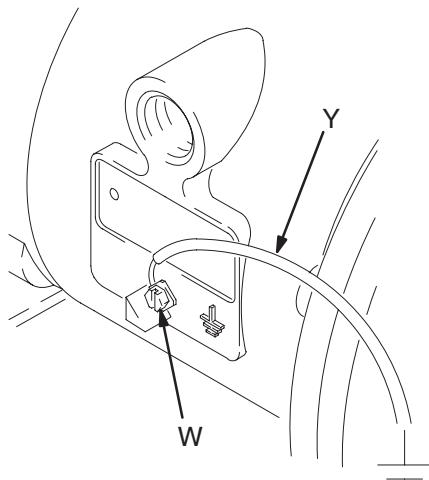

Рис. 1
- Насос:** Подсоедините заземляющий провод и наконечник, как показано на рис. 1. Ослабьте затяжку заземляющего винта (W). Вставьте один конец заземляющего провода (Y) с минимальным сечением в 1,5 мм² позади заземляющего винта, и надежно затяните винт. Подсоедините конец заземляющего провода с наконечником к надежной линии заземления. Номер детали для заказа: 222011 - Наконечник и провод заземления.